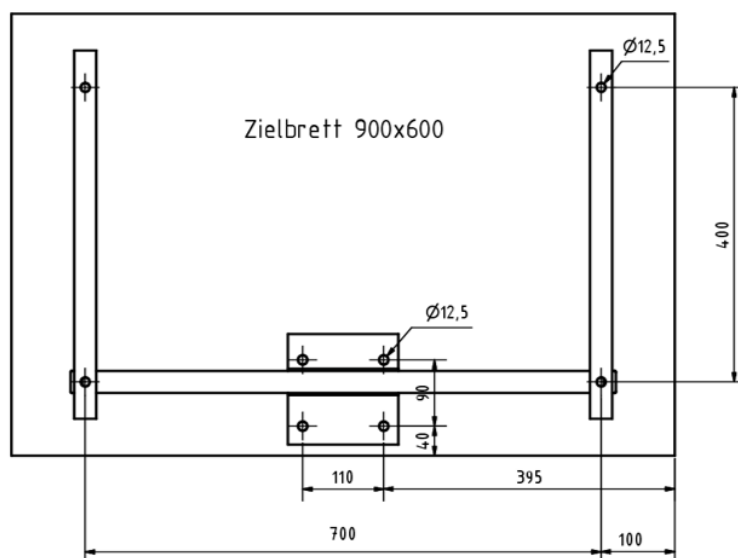

Abbildung 4: Bohrplan Zielbrett
Bohren Sie das Zielbrett ③ nach dem in Abbildung 4 dargestelltem Bohrplan.